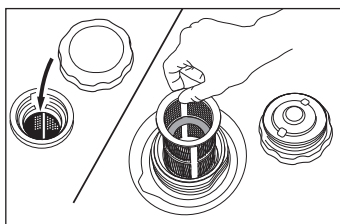

Рис. 25
1. Снимите пластмассовый фильтр, расположенный под крышкой горловины топливного бака (рис. 25).